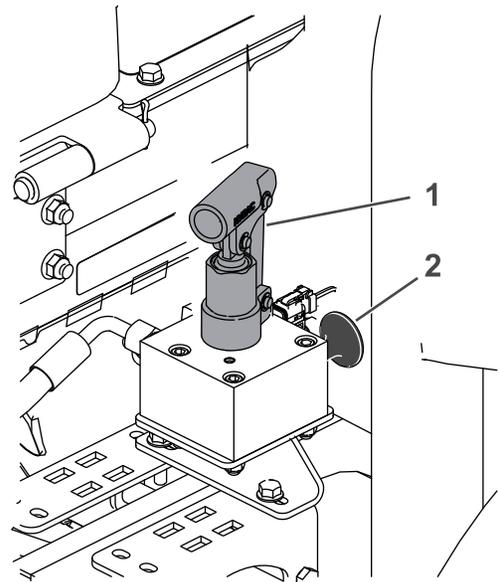

図 36
4. 右前タイヤの近くで、油圧タンクの後ろにあるブレーキリリースマニホールドを探し出す 図 36。